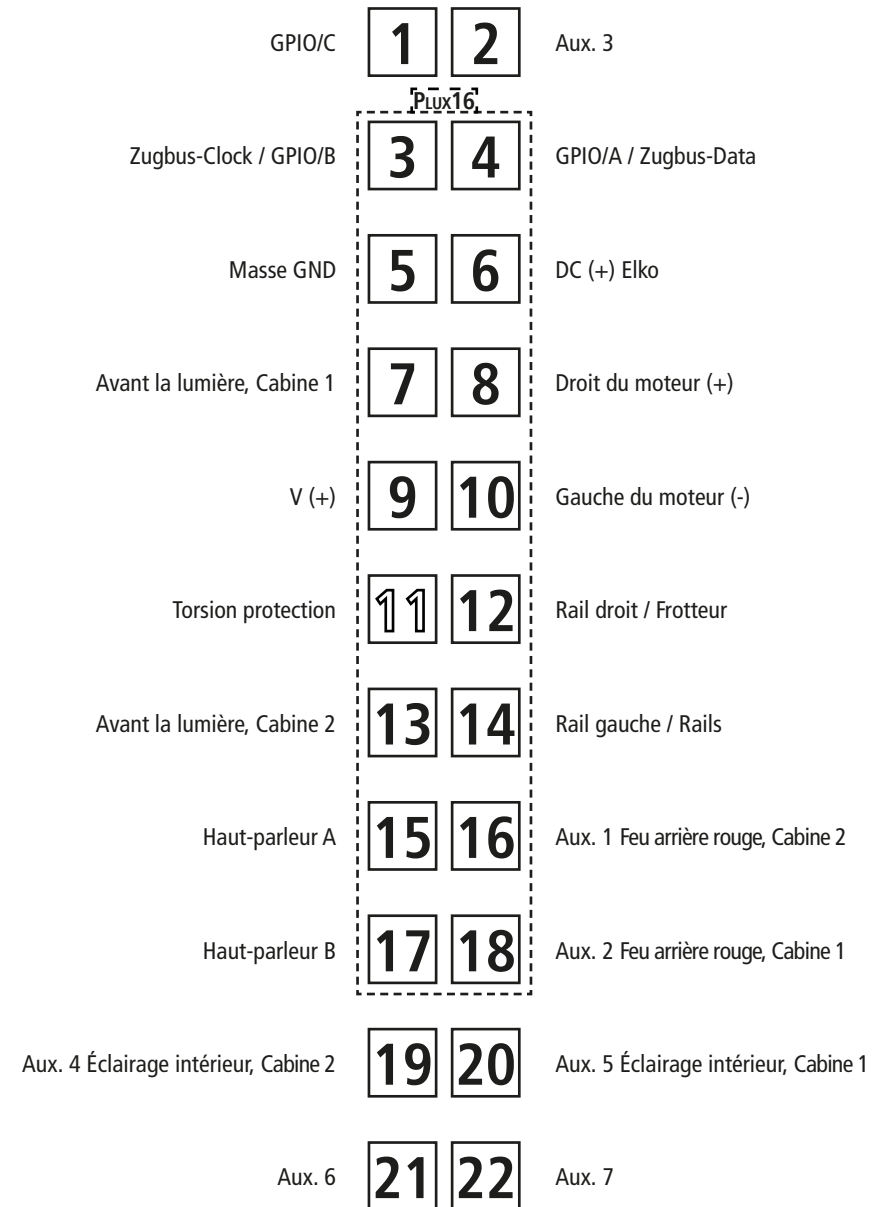
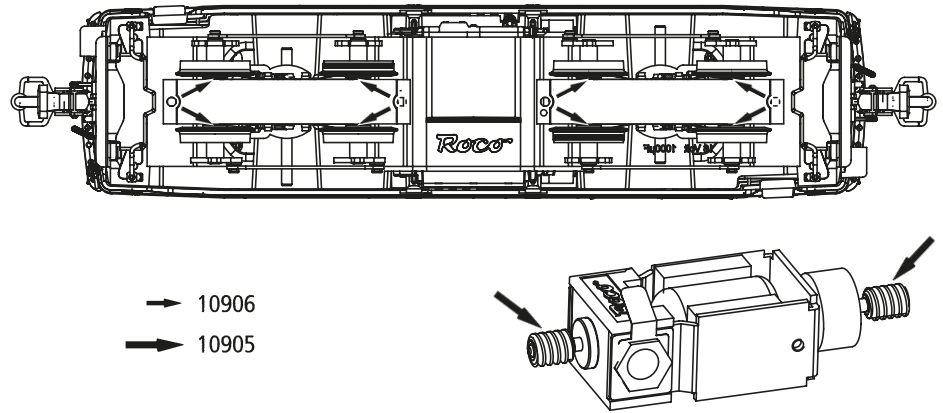

Fig. 5
Fig. 6
**2. Haftreifenwechsel:** Zuerst den Getriebedeckel sowie die Triebstangen abnehmen (Fig. 6). Danach den **Radsatz** herausnehmen und die **Haftreifen** mit einer Nadel od. mit einem feinen Schraubendreher abziehen (Fig. 5). Beim Aufziehen der neuen Haftreifen darauf achten, dass diese sich nicht verdrehen.
**2. Change of traction tyre:** Remove the gear cover as well as the driving rod (fig. 6). Take out **wheel set** and remove **traction tyre** using a pin or a fine screwdriver (fig. 5). When pressing on the new traction tyre please **avoid twisting it**.
**2. Échange des bandages d'adhérence:** Démontez d'abord **le couvercle du carter des engrenages** des engrenages ainsi que la tige de conduite (fig. 6). Délogez ensuite les essieux bandagés et enlevez, à l'aide d'une aiguille ou d'un tourne-vis fin, les bandages d'adhérence (fig. 5). Lors du montage des nouveaux bandages veuillez veiller à ce que les bandages **ne soient pas tor-dués**.